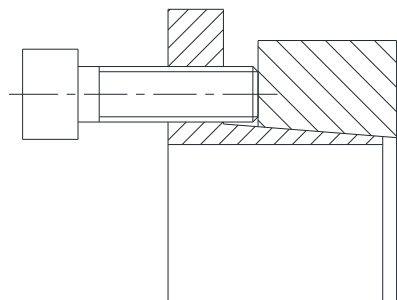

Bild 7: Fixieren des Spannsatzes (Beispiel: CLAMPEX® KTR 206)
- Für eine einfachere Montage fixieren Sie den Innen- und Außenring mittels zwei Spannschrauben über die Abdrückgewinde (siehe Bild 7). Setzen Sie anschließend den Spannsatz KTR 203 / KTR 206 zwischen Welle und Nabe ein.